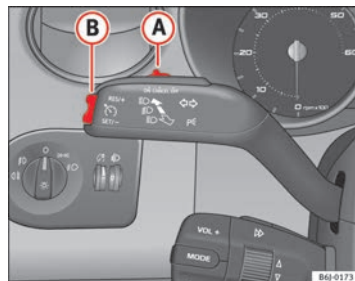

Fig. 114 Palanca de intermitentes y de luz de carretera: mando y tecla basculante para el regulador de velocidad
- Presione la parte superior de la tecla basculante **RES** ⇒ fig. 114 **B** para aumentar la velocidad. El vehículo acelerará mientras mantenga la tecla presionada. Al soltar la tecla quedará memorizada la nueva velocidad.
Si se reduce la velocidad programada pisando el pedal del freno, se desactiva el regulador de velocidad. Si quiere activar de nuevo el regulador, bastará con presionar una vez la parte superior de la tecla basculante **RES+** → fig. 114 **B**.